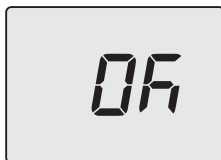

Figura 5.37
- Premendo il tasto 14 (Figura 5.31) si ottiene la conferma del valore inserito. Il display visualizzerà per 5 sec. quanto segue (Figura 5.37) poi, si porterà al livello superiore.